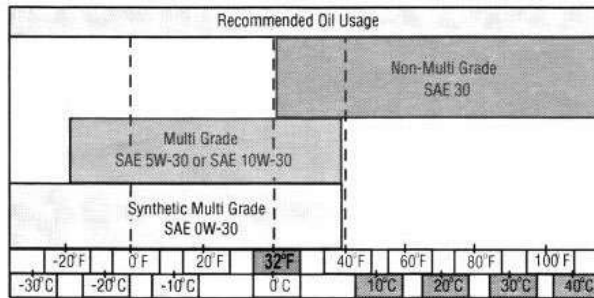

Рис. 37
7. Заполните двигатель рекомендуемым маслом, см. Таблицу рекомендуемого использования масла, объем масла в двигателе составляет 600 мл. См. рис.37.